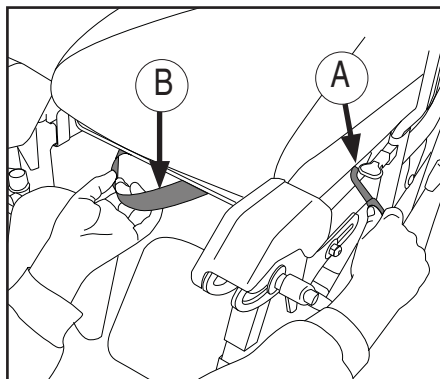

Figure 12
Assise coulissante *Figure 12*
- Servez-vous de l'assise coulissante pour avancer l'utilisateur au maximum (voir figure 12, page 9)